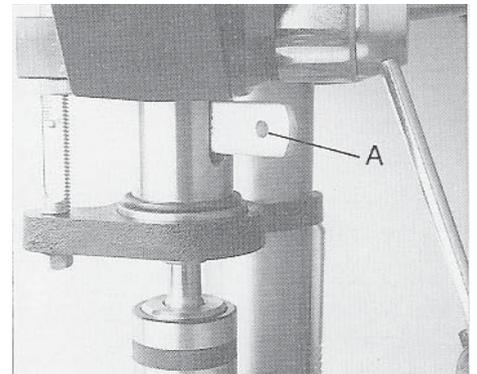

Рис. 2
- Вставте в шліц клин, що виштовхує (А, Рис. 2) і трохи вдарте по ньому молотком.